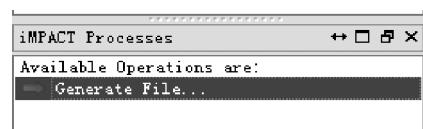

图 3.84 生成文件选项
- (15) 弹出 MultiBoot BPI Revision and Data File Assignment 对话框界面,单击 OK 按钮。
(16) 如图 3.84 所示,在主界面左下角的 iMPACT Processes 窗口下,找到并双击 Generate File 选项。